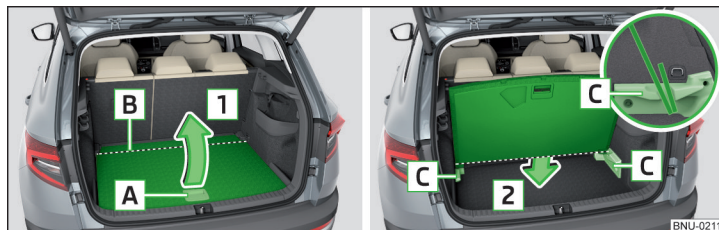

Fig. 151 Posición de estacionamiento del suelo de carga variable
- ▶ Levantar el suelo de carga variable por el tirador **A** en el sentido de la flecha **1**. El suelo de carga variable es doblado en el área **B** » fig. 151.